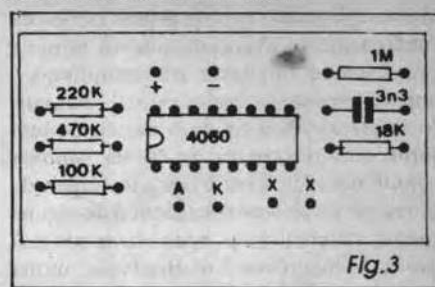
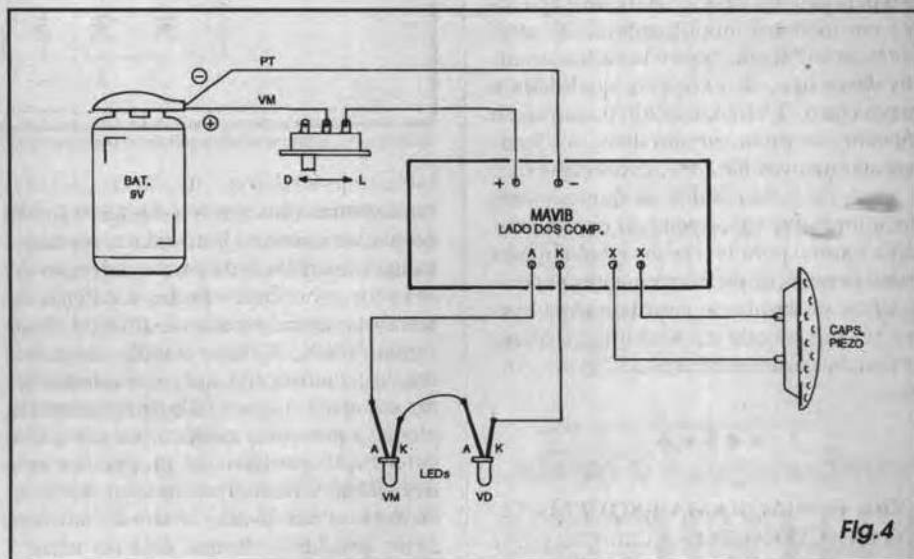

Fig.3
Fig.4
- **FIG. 3 - CHAPEADO DA MONTAGEM** - Agora, o *outro* lado da placa (não cobreado...), com todos os principais componentes devidamente localizados, orientados, codificados em seus valores e outros dados importantes (lembramos que o leitor/hobbysta adquirente do **MAVIB** em **KIT** - ver anúncio em outra parte da presente APE - já recebe a sua plaquinha com a demarcação do *chapeado* em *silk-screen*, o que facilita enormemente a montagem...). Observar, especialmente, os seguintes pontos: orientação do integrado, com sua extremidade marcada voltada para a posição ocupada pelo resistor de 470K, e os *valores* de todos os resistores, em função dos lugares por eles ocupados na placa... Quem ainda tiver dúvidas (ou estiver começando agora a sua caminhada na agradável
- **FIG. 4 - CONEXÕES EXTERNAS À PLACA** - O impresso ainda é visto, no diagrama, pela sua face não cobreada (como ocorria na figura anterior...), porém agora enfatizando apenas as conexões externas à placa. Mesmo na **FIG. 3** é possível ver algumas *ilhas*/furos codificadas, porém sem utilização... Suas funções são -